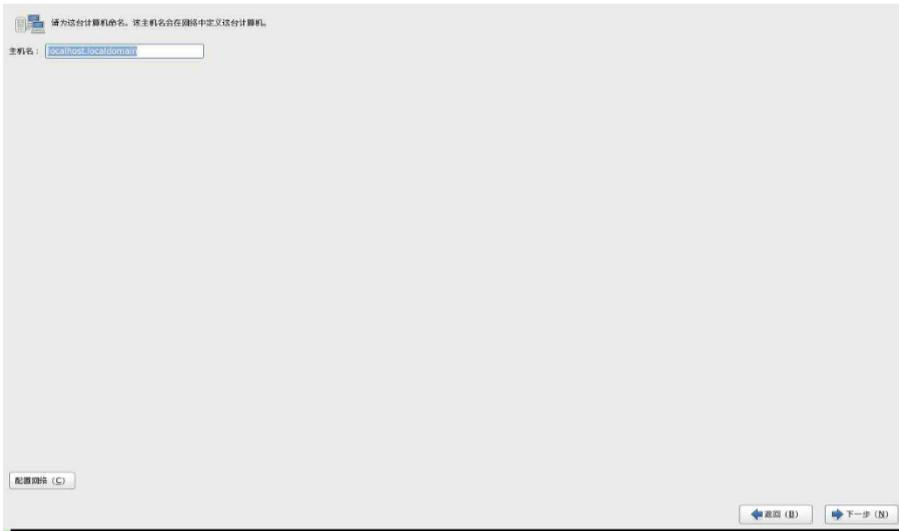

图 6-26
- h. 这里我们选择基本存储设备, 单击下一步, 进行主机名设置, 我们以默认值进行设置, 此处名称可根据需求进行设置。如图 6-26 所示。